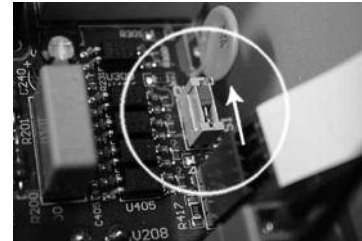

Abbildung 1
- Schalten Sie die Versorgungsspannung mit dem Hauptschalter (6) aus oder ziehen Sie den Stecker für Spannungsversorgung aus der Steckdose
- Stellen Sie den DIP-Schalter nach oben, entweder nach unten und wieder hoch wenn schon hoch (siehe Abb. 1)
Ein PARAMETER ist eine einstellbare Funktion der Steuerung. Um Parameter einstellen zu können, muss der DIP-Schalter S1 (siehe Abb.1) oben stehen.